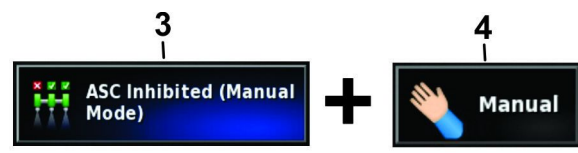

Bild 25
1. Wählen Sie das ASC- und das Sprühsteuergerät-Symbol aus (Bild 25).
2. Stellen Sie die Dosierung in die MANUAL [Manuell]-Stellung (Bild 25).